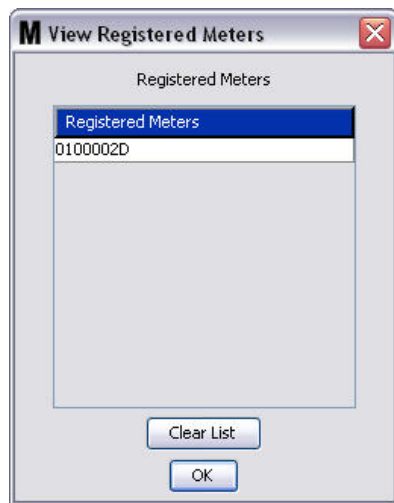

FIG. 121
- **Botón VINCULAR/DESVINCULAR:** cuando todos los parámetros de la pantalla Perfil del medidor se hayan completado, haga clic en el botón Vincular para mostrar la pantalla Perfil de medidor/Asignación de ID que se representa en la FIG. 121. De la lista de Medidores registrados, seleccione un medidor con el que asociar el perfil a la lista. Haga clic en Aceptar para cerrar la pantalla y guardar los cambios.